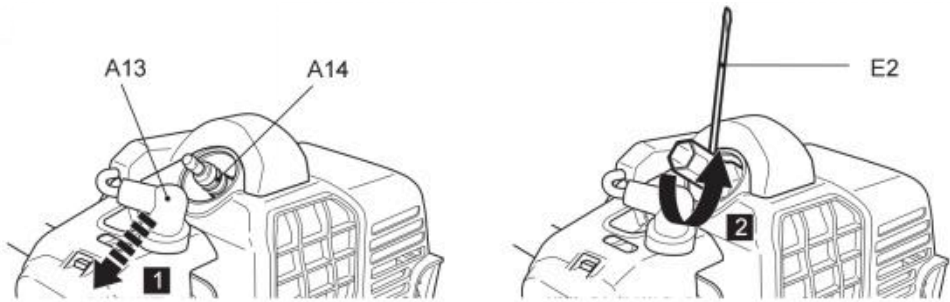

Fig. 78
2. Desserrez la bougie d'allumage (A14) dans le sens inverse des aiguilles d'une montre à l'aide de l'outil multifonction (E2) et retirez-la avec précaution (Fig. 78).